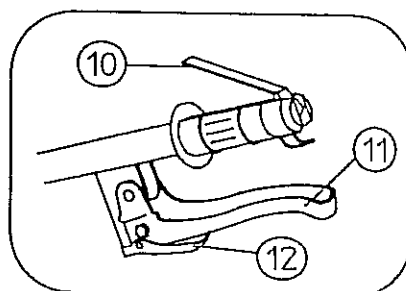

fig. 12
La maneta (10) fig. 12 sirve para detener el motor y también como dispositivo de seguridad. Tiene 2 posiciones:
El gatillo de bloqueo (12), fig. 12 sirve para dejar fija, en la posición de DESEMBRAGUE, la maneta de embrague.